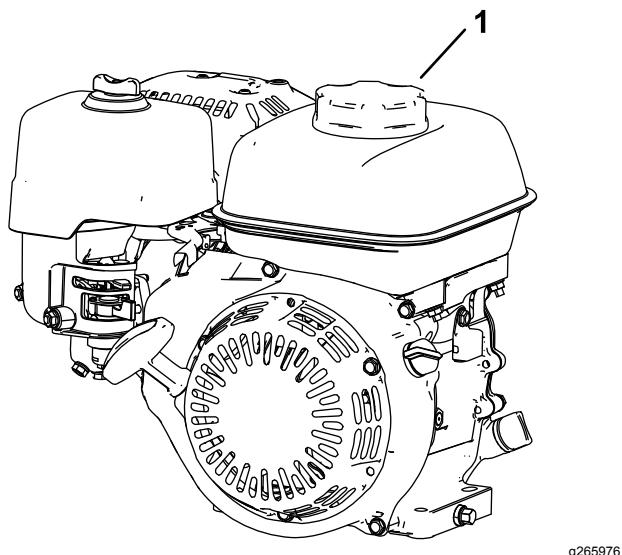

Figura 17
1. Limpie la zona alrededor del tapón del depósito de combustible y retire el tapón del depósito (Figura 17). Llene el depósito de combustible hasta la parte inferior de la abertura del cuello de llenado.